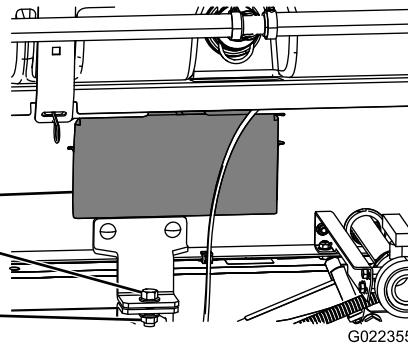

Bild 36
- 8. Befestigen Sie die Befestigungshalterung des Behältergestells mit einer Schraube ($\frac{1}{2}$ " x $1\frac{1}{2}$ ") und einer Sicherungsmutter ($\frac{1}{2}$ ") an der Ladepritschenhalterung am Rahmen auf beiden Seiten der Maschine, wie in Bild 36 abgebildet.
- 5. Nehmen Sie die Abdeckplatten an beiden Seiten des Gestellrahmens ab (Bild 36).